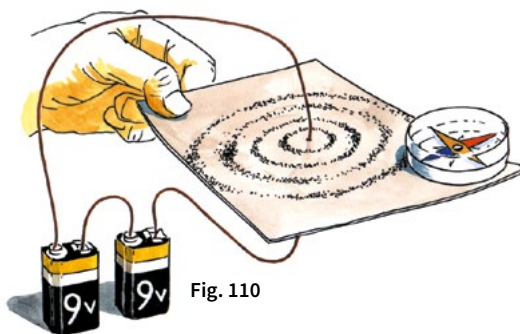

Fig. 110
1. Ein Stück Kupferdraht mitten durch einen etwas größeren Karton stechen (Bild 110). Beide Drahtenden an die Batterie anschließen, dann mit dem Kompaß das Magnetfeld des Leiters prüfen. Hierbei ist festzustellen, wie groß die Ausdehnung des magnetischen Feldes ist und wie stark es ist. Bei diesem Versuch wird der Stromkreis ständig geöffnet und geschlossen, wobei man die verschiedenen Stellungen der Kompaßnadel sorgfältig beobachten muß.